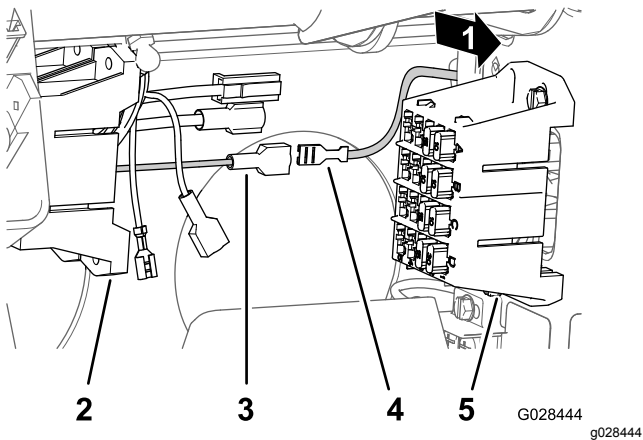

図 23
4. 車両用のヒューズブロックの黄色い電源線の端部についている絶縁されていないソケット端子と、スプレーヤの配線用のヒューズブロックの黄色いオプション電源線の端部についている絶縁されたブレード形の端子を探し出す (図 23)。
5. 車両ヒューズブロックの絶縁されていないソケット端子と、スプレーヤのヒューズブロックの絶縁されたブレード形の端子に接続する (図 23)。